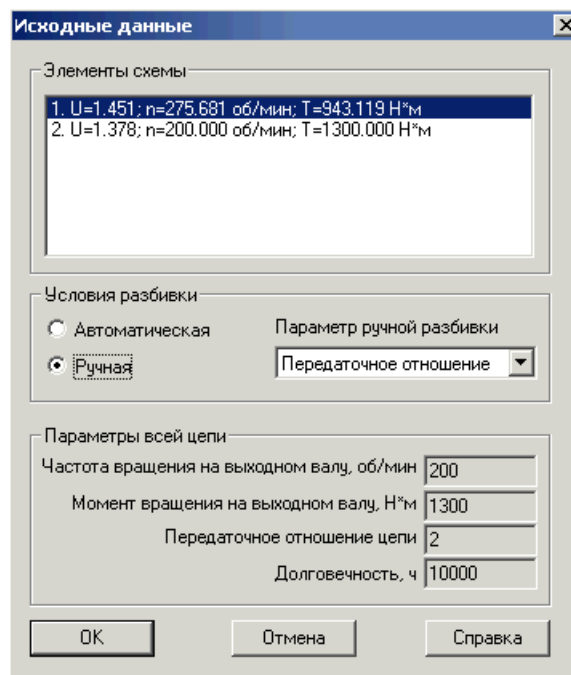

Рис. 3.4 Окно редактирования параметров разбиения схемы.
**Ручная разбивка** - команды выводит окно задания и редактирования параметров разбиения кинематической схемы (рис. 3.4). Данная команда доступна только для проектировочного расчета.